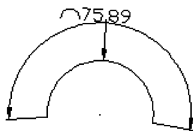

图 9-47 引线
(2) 引线(L): 添加引线对象。仅当圆弧(或弧线段)大于 90°时才会显示此选项。引线是按径向绘制的, 指向所标注圆弧的圆心, 如图 9-47 所示。